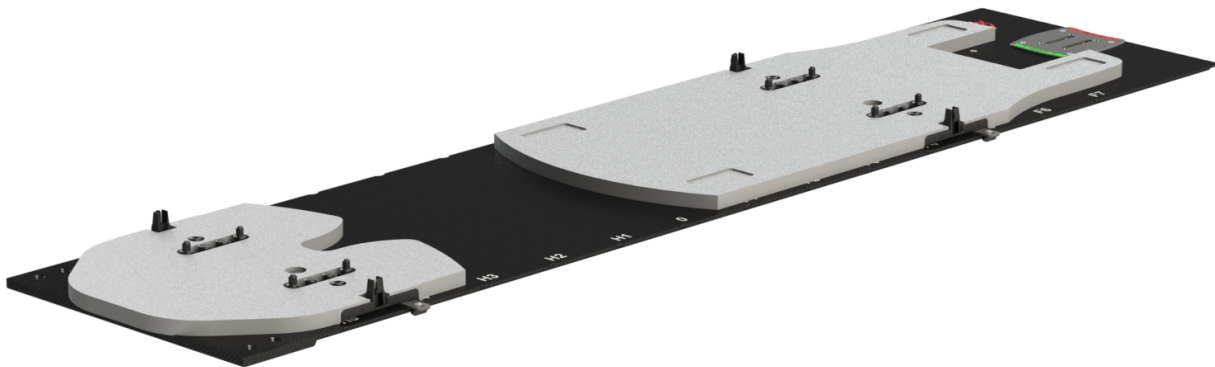

Figure 8
2. Placer les cales CT sur le même repère d'indexation que les composants pieds et tête. Les cales CT peuvent être empilées pour augmenter la hauteur par incréments de 2,5 cm. (Figure 8)